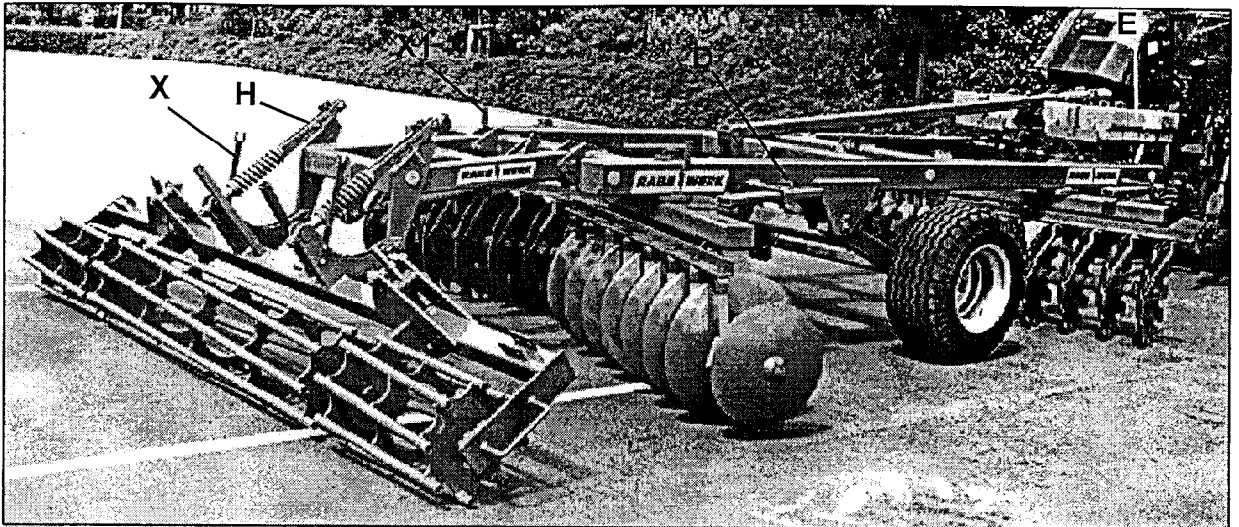
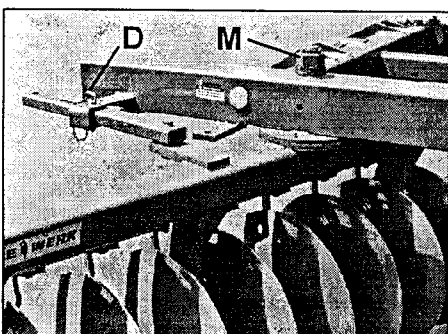

Fig.1
Fig.4
Bei angebauter Walze bzw. Messer-Rollegge vorn auf der Scheibenegge die Gewichte aufsetzen (**E**, Fig.1+6; Sicherungsbügel anbringen).
Beleuchtungseinrichtung und Warntafeln anbringen – siehe Fig.11; ohne Anbaugerät die Halterungen (**X**) nach **X1** umschauben, Fig.1. (Beleuchtungseinheit mit Warntafeln als Zusatzausrüstung.)
In ausgehobener Stellung (Absperrhahn **B** geschlossen) die Scheibensätze auf gewünschten Schnittwinkel ausschwenken und mit Steckern feststecken (**D**, Fig.1; Fig.4 = „Fischadler“).
- Schnittwinkel der Scheiben; je größer der Schnittwinkel, um so intensiver arbeitet die Scheibenegge – mit Stellstreben-Lochleisten entsprechend einstellen – **D**, Fig.1+4; (linken und rechten Scheibensatz mit gleichem Anstellwinkel).
Stab-Packerwalze (Fig.1) – Walzendruck in Lochleisten **H** mit Stecker vorwählen (im Einsatz Federn aber nicht auf Block).
Scheibensatz-Drehpunkte spielfrei nachstellen (Kronenmutter M, Fig.4).